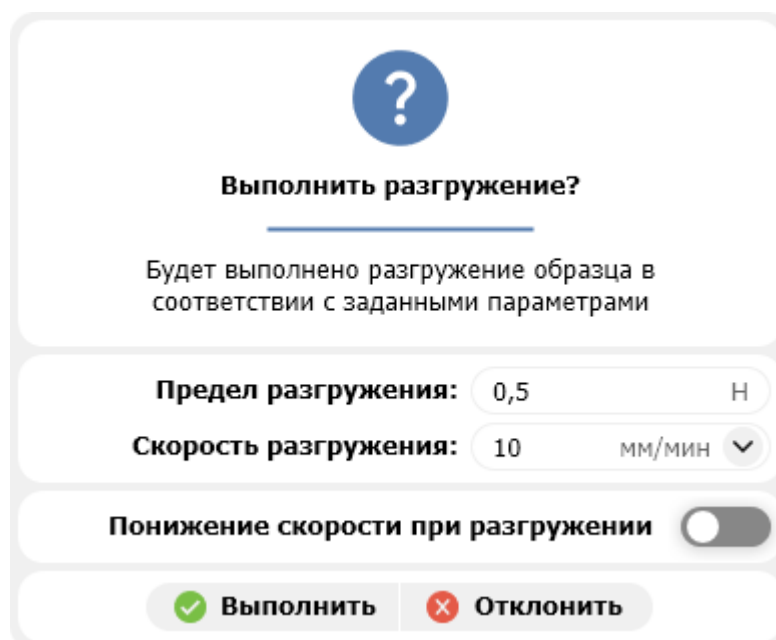

Рисунок 3.9
- «Выполнить разгрузку» – вызов запроса на проведение разгрузки образца (см. рис. 3.9). Подробное описание параметров разгрузки содержится в пункте 3.1.2 Параметры испытания.